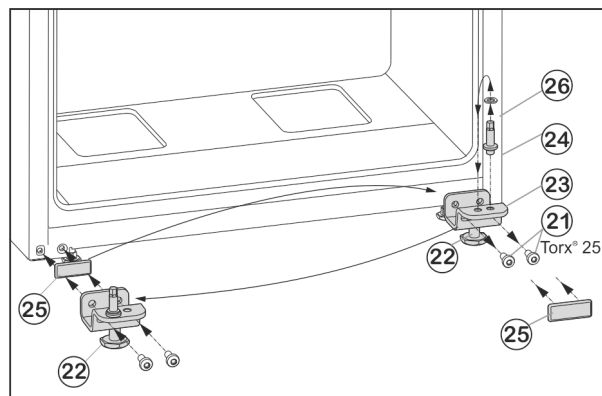

Fig. 7
- ▶ Odkręcić śruby mocujące Fig. 7 (21).
- ▶ Usunąć dolną płytkę zawiasu Fig. 7 (23), wraz z trzpieniem zawiasu Fig. 7 (24), podkładką Fig. 7 (26) i nóżką Fig. 7 (22).
- ▶ Odkręcić cały trzpień zawiasu Fig. 7 (24) z podkładką Fig. 7 (26), przełożyć do przeciwległego otworu mocującego płytki zawiasu i tam dokręcić.
- ▶ Ostrożnie zdjąć płytkę osłaniającą Fig. 7 (25) i przełożyć na przeciwną stronę.
- ▶ Całą dolną płytkę zawiasu Fig. 7 (23) wraz z trzpieniem zawiasu Fig. 7 (24), podkładką Fig. 7 (26) i nóżką Fig. 7 (22) ponownie przykręcić po nowej stronie zawiasu, ew. przy użyciu wkrętarki akumulatorowej (z siłą 4 Nm).
- ▶ Założyć dolne drzwi od góry na sworzeń zawiasu Fig. 7 (24).
- ▶ Wykręcić nóżkę *Fig. 7 (22)* przy dolnej płytce zawiasu *Fig. 7 (23)*, aż będzie przylegać do podłoża.